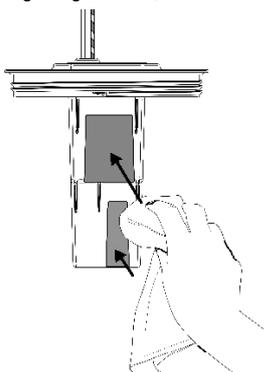

Fig. 10 Rengöring/underhåll
- Fig. 10 Rengöring/underhåll
För bästa resultat **måste** sensorytorna rengöras från skräp/avlagringar regelbundet, minst var 3:e månad. Se fig. 10. Använd inte skurande rengöringsmedel.